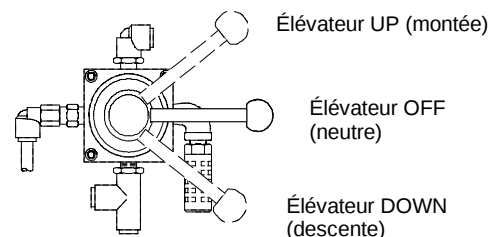

Fig. 4
Le levier de la vanne de régulation d'air de l'élévateur a 3 positions (Fig. 4):
1. Mettre le levier de la vanne manuelle de l'élévateur (Fig. 4) sur OFF (neutre). Couper l'alimentation d'air de l'élévateur et de la pompe.
- b. En mettant le levier de la vanne manuelle de l'élévateur sur OFF (neutre) (Fig. 4).